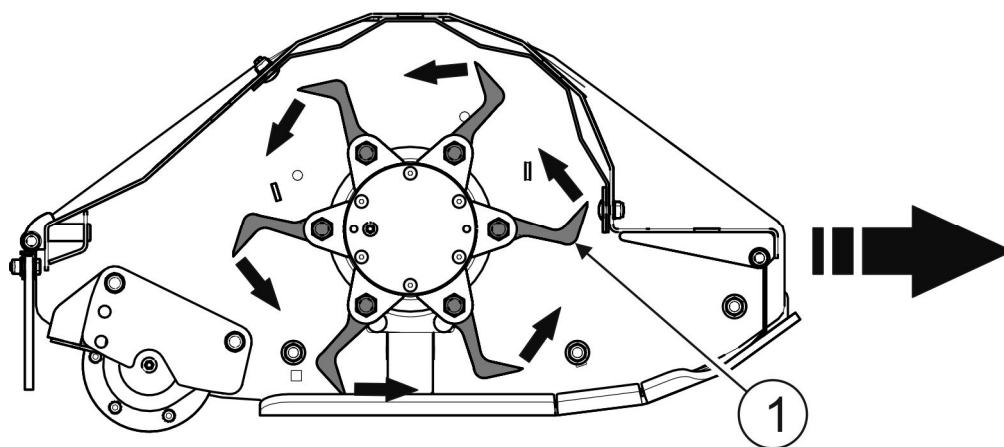

РИСУНОК 4.1 Соответствие оборотов режущего аппарата с направлением (1)- режущий аппарат
- в соответствии оборотов режущего аппарата (РИСУНОК 4.1).